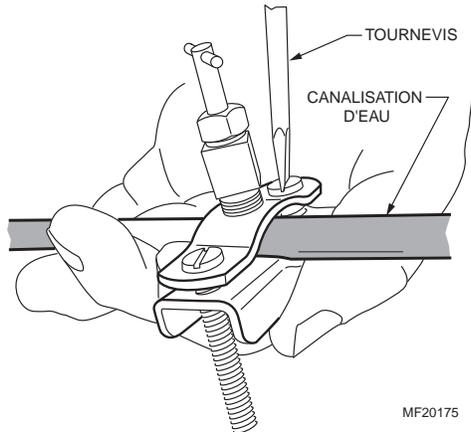

Fig. 32. Installation du robinet-vanne à étrier.
3. Assembler le robinet-vanne à étrier sur le tuyau en cuivre à l'aide de vis à tête n° 10 de 4,5 cm (1 3/4 po). Voir la figure 32.
5. Serrer le bas de la bride uniformément. Les supports doivent être parallèles. Voir la figure 32.